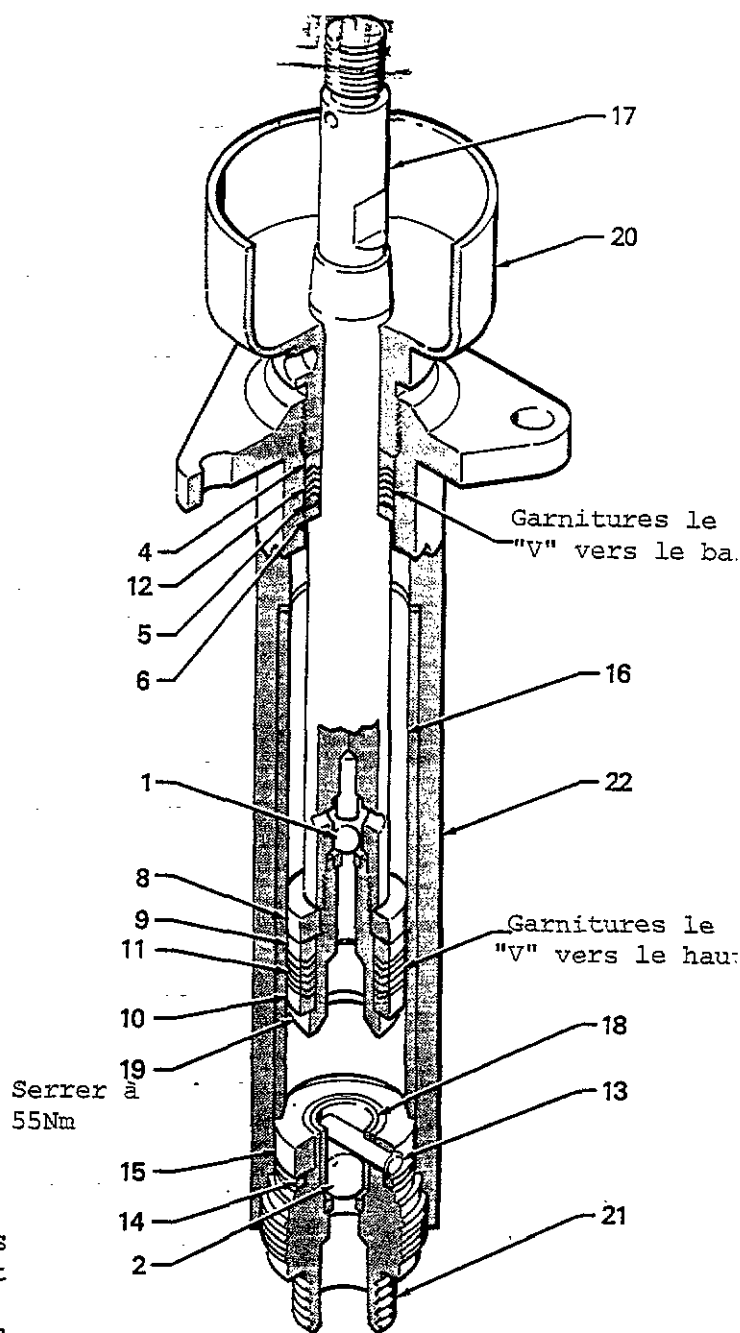

Fig 1
Desserrer le corps du clapet de pied(21) du cylindre(22). Si le clapet est collé, injecter quelques gouttes d'huile sur les filetages, puis tapoter tout autour du clapet à l'aide d'un petit marteau pour le décoller. Voir Fig1. Retirer la goupille(13), la bille(2), le guide de bille (18), l'arrêt(15) et le joint torique(14).
Lorsque l'on re-assemble le piston, veiller à ce que l'ordre dans lequel sont montés les chapeaux (9 et 10) et les garnitures soit respecté. Voir Fig 1. Le "V" des garnitures doit être dirigé vers le haut.